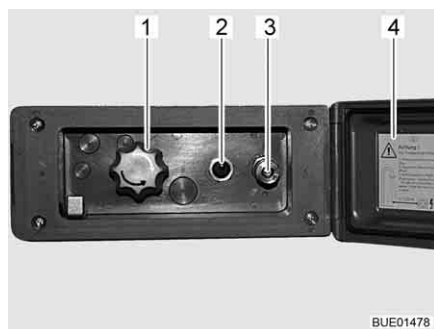

Fig. 154 Raccordo doccia esterno
- Sganciare ed aprire il coperchio (Fig. 154,4).
- Collegare il tubo flessibile della doccia esterna alla chiusura rapida (Fig. 154,3).
- Accendere la pompa dell'acqua con l'interruttore (Fig. 154,2).
- Regolare la temperatura dell'acqua ai gradi desiderati mediante la manopola (Fig. 154,1).
- Spegnere la pompa dell'acqua con l'interruttore (Fig. 154,2).
- Chiudere il coperchio (Fig. 154,4) e bloccarlo con la chiave.
- Ruotare la manopola (Fig. 154,1) sulla posizione centrale.